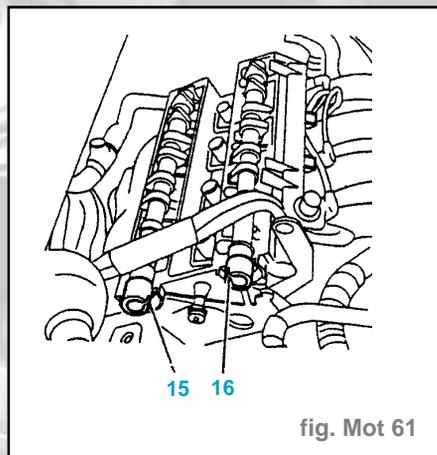

fig. Mot 61
- Placer et positionner les arbres à cames, en orientant la rainure (15) à 3 heures et la rainure (16) à 11 heures (fig. Mot. 61).
- Placer et positionner les arbres à cames, en orientant la rainure (15) à 12 heures et la rainure (16) à 11 heures (fig. Mot. 61).